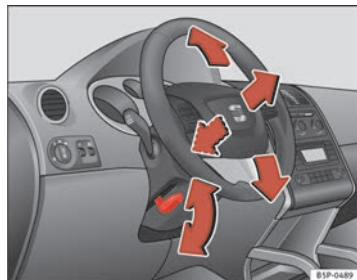

Abb. 135 Lenkradposition einstellen
- Schwenken Sie den Hebel $\Rightarrow$ Abb. 135 unter der Lenksäule nach unten $\Rightarrow$ ⚠.